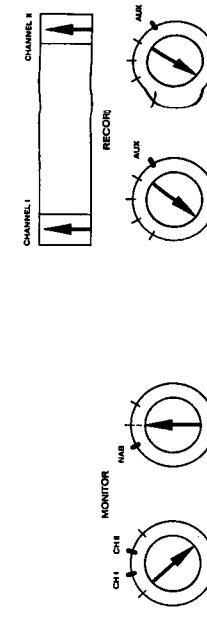

Bild 6.3.–59
- Bedienungselemente nach Bild 6.3.–56 einstellen.